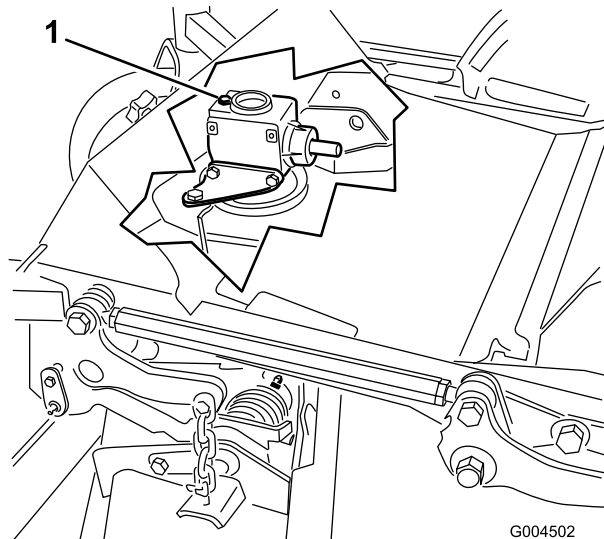

图29
6. 请从齿轮箱顶部拆下量油尺/加油塞确保润滑油介于量油尺上的标记之间 图29。
6. 从齿轮箱顶部取下量油尺/加油塞图29。